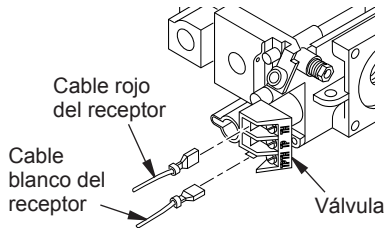

Figura 3 - Conexión de los cables
5. Conecte los cables como se muestra en la figura 3.